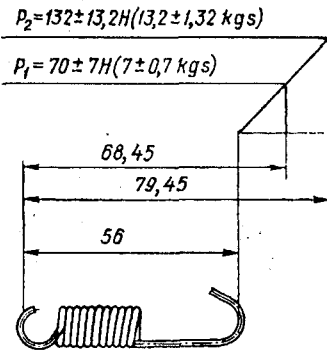

Рис. 2.50. Пружина натяжного ролика
- Проверить натяжную пружину (рис. 2.50).